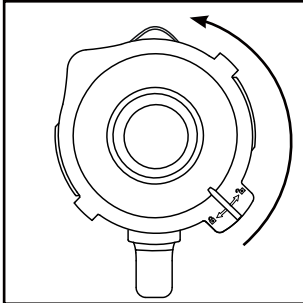

Fig. 1
- 1) Drej blenderkanden ③ i retning mod uret, indtil pilen ▼ under blenderkandens håndtag står over positionen . Tag blenderkanden ③ lodret op fra motorblokken ①.
- 2) Fjern låget ② ved at dreje det mod uret i retning af position  (se fig. 1), indtil du kan tage det af oppefra.
- 3) Fyld blenderkanden ③ mindst op til den nederste streg på skalaen ④ og maksimalt til MAX-markeringen. For at opnå optimale resultater anbefaler vi følgende maksimale påfyldningsmængder: